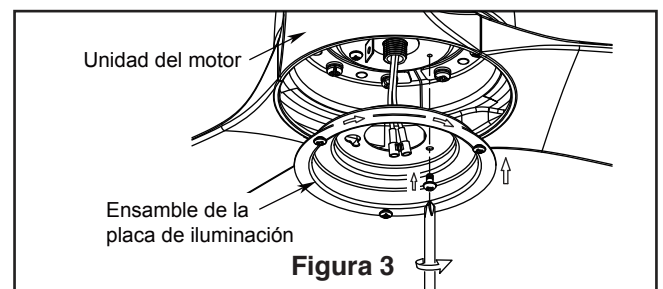

Figura 3
3. Instale el ensamble de la placa de iluminación en el soporte utilizando las dos ranuras principales de conexión. Vuelva a colocar el tornillo retirado previamente y asegure los tres tornillos. (Figura 3)